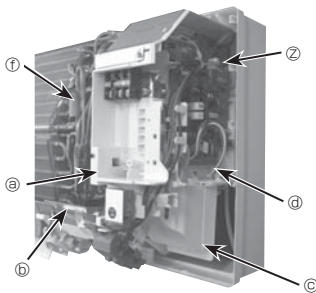
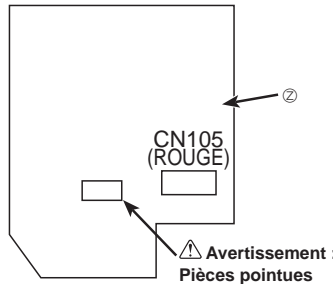

Fig. 6-5
Fig. 6-6
- ⑧ Retirer le guide-câble. (Fig. 6-5)
- ⑩ Retirer la thermistance du conduit de liquide (TH2). (Fig. 6-5)
- ⑪ Retirer en partie l'adhésif du moteur du volet et desserrer le cordon. (Fig. 6-5)
- ⑫ Desserrer le cordon du moteur du ventilateur. (Fig. 6-5)
- ⑬ Tirer le boîtier électrique vers soi.
- ⑭ Connecter correctement le cordon électrique de l'interface radiofréquence au connecteur CN105 (ROUGE) situé sur le panneau du contrôleur intérieur. (Fig. 6-6)
- ⑮ Remettre en place les pièces déposées.